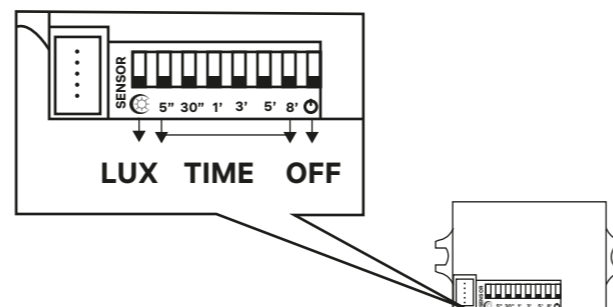

Рис.4
- Установите DIP-переключатель «TIME», «5» в позицию «ON» (вверх) (рис. 4).